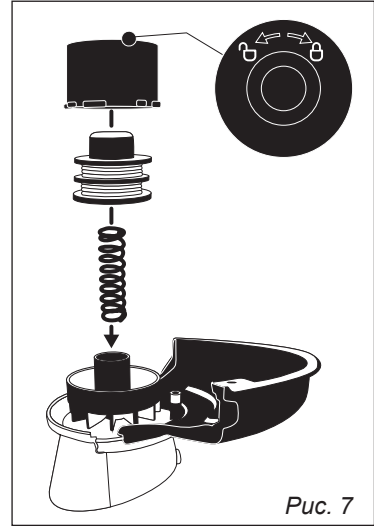

Рис. 7
10. ЗАМЕНА ТРИММЕРНОЙ ЛЕСКИ ДЛЯ TR 300 (рис. 7)